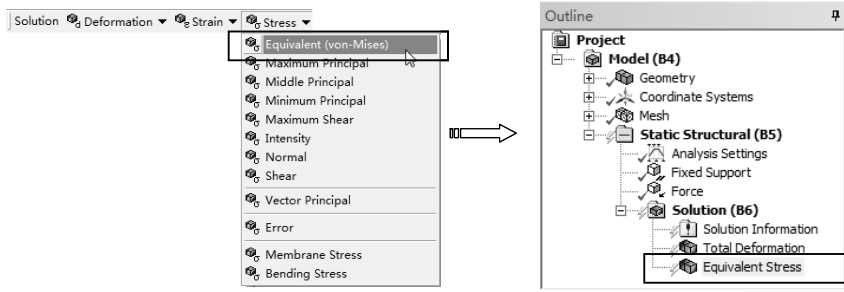

图 8-41 添加应力求解项
- 7) 求解应力。单击【Solution】工具栏上的【Stress】|【Equivalent (von-Mises)】命令，此时在分析树中插入【Equivalent Stress】项，如图 8-41 所示。